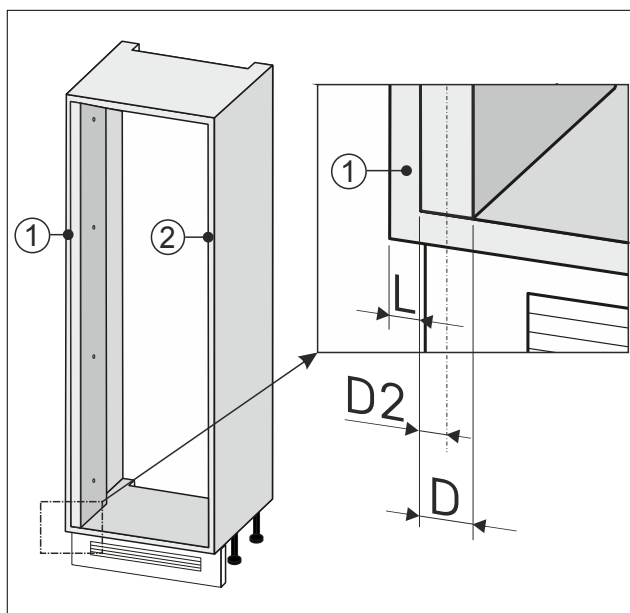

Fig. 94
- Notér den halve bredde Fig. 94 (D2) af vægudjævningen.